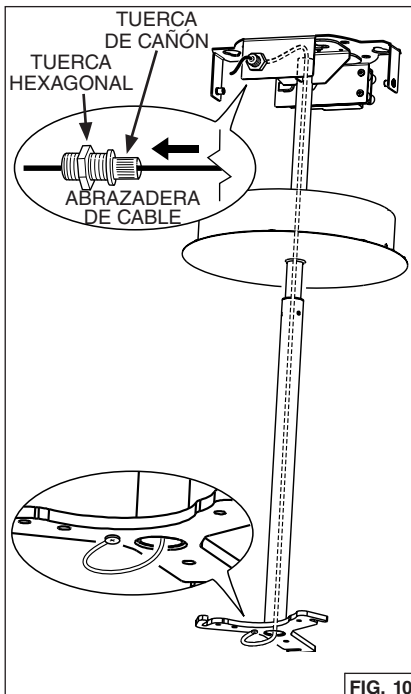

FIG. 10
5. Fije el cable de seguridad como se muestra. Fig. 10.